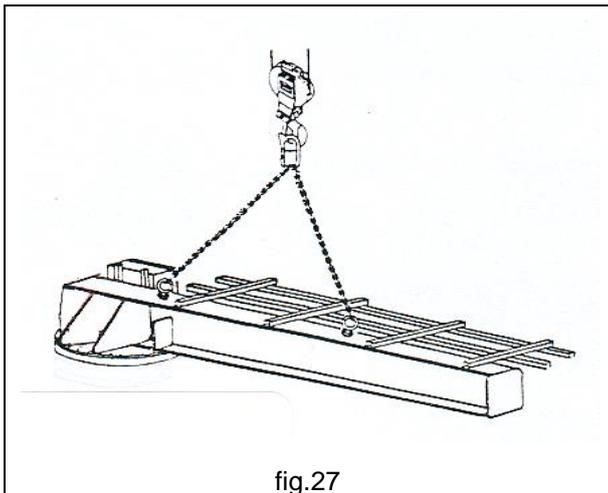

fig.27
2. Élinguer le bras aux points préfixés comme indiqué (fig.27) et le soulever avec les moyens appropriés, c'est-à-dire un pont roulant ou une grue mobile et les élingues correspondantes de capacité et de caractéristiques appropriées par rapport à la masse à manutentionner, en veillant à maintenir la poutre coulissante horizontale par rapport au sol. Veiller à ne pas endommager le tableau de commande et le système d'alimentation à festons (conduits, câbles, etc.), qui sont généralement déjà montés sur le bras.